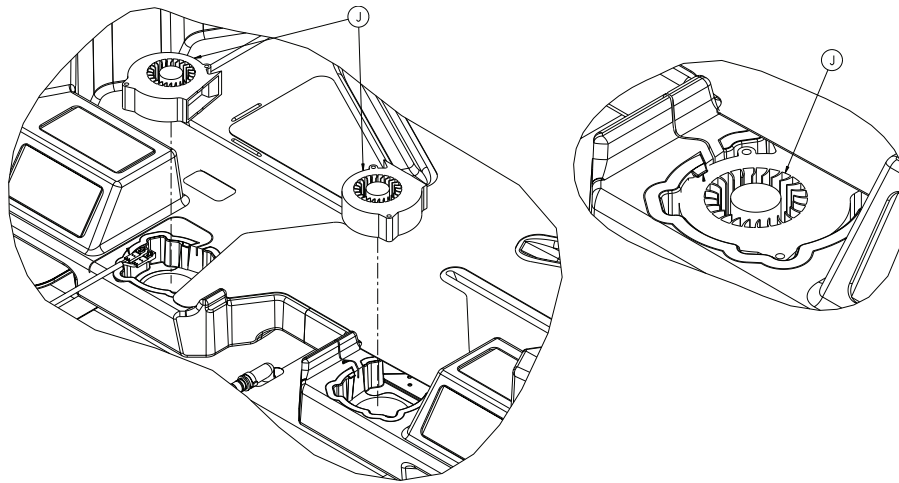

Figure 21 – LAL fan
14. Remove the LAL fan from the LAL fan nest. Discard the LAL fan (J) (Figure 21).